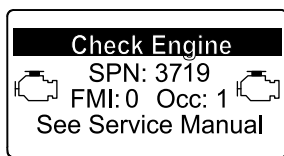

Figura 40
- Aviso do motor SPN 3719, FMI: 0 (Figura 40)